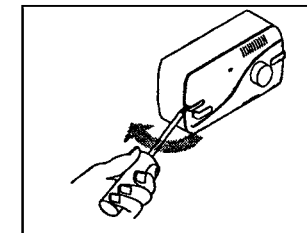

Fig. 2a :
- 1 Staccare la copertura e il telaio di montaggio togliendo i coperchi delle viti e due viti (vedere fig. 2a e 2b).